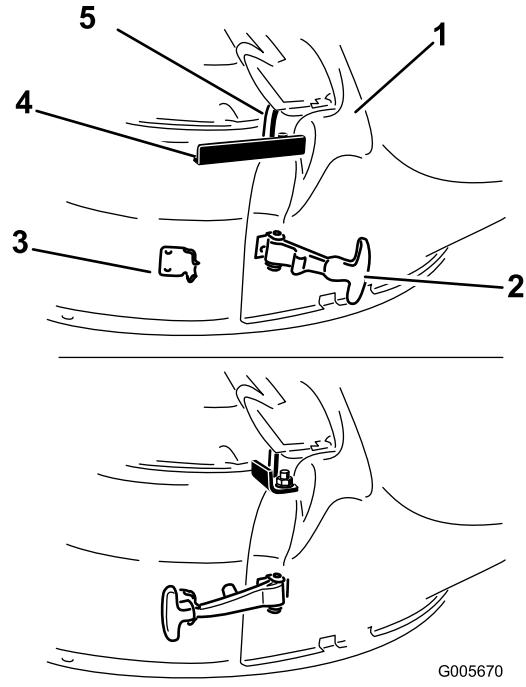

Bild 13
3. Befestigen Sie den Auswurfkanal am Mähwerk. Haken Sie den flexiblen Verschluss am Auswurfkanal an der Befestigungsklemme ein, die hinter der Öffnung am Mähwerk angeschweißt ist (Bild 13). Befestigen Sie den Befestigungshaken um die Gelenkstange, um die Auswurfkanal in der Stellung zu arretieren.